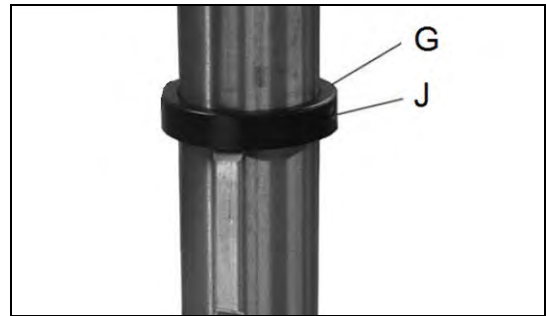

Fig 9
Montieren Sie den Stoppring (G, Fig 9) und ziehen Sie den Gewindestift (J) fest.